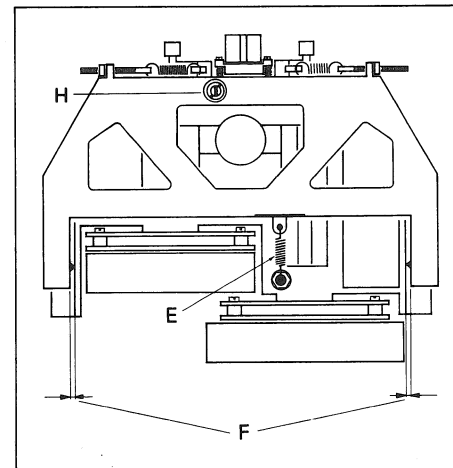

Fig. 3.3
- Bei früheren Geräten wird der Schwenkträger über die Rückzugsfeder [E] geerdet (Fig. 3.3, Ansicht von unten). Bei schlechtem Fremdspannungsabstand (schwankender Wert) wird empfohlen, die Masseverbindung Schwenkträger — Chassis durch den Einbau eines Massebandes (Best. Nr. 64.99.0116) sicherzustellen. (Ab Werk bei neueren Geräten bereits eingebaut).
- In previous units the pivoting carrier was grounded via the retraction spring [E] (Fig. 3.3, view from the bottom). If signal to noise ratio is insufficient (unstable value) we recommend to add a separate ground wire between chassis and pivoting arm (order no. 64.99.0116). (Later units have been equipped ex works with this grounding wire).
- Dans le cas d'appareils plus anciens, le support pivotant des têtes était relié à la masse par le ressort de rappel [E] (Fig. 3.3, vue de dessous). Lors d'un mauvais recul du bruit de fond (valeur non stable) il est recommandé de relier la masse du support pivotant à la masse du chassis à l'aide d'une tresse de masse (no. de commande 64.99.0116). (Cette modification est faite au départ de l'usine pour des appareils plus récents.)
- Kontrollieren, ob die beiden Gewindestifte an den Drehpunkten des Schwenkträgers so eingestellt sind, dass auf beiden Seiten der Abstand Schwenkträger – Doppelkapstanguss [F] gleich gross ist (Fig. 3.3). Der Schwenkträger sollte sich spielfrei und ohne zu klemmen in den Drehpunkten bewegen. Falls nötig, die Gewindestifte entsprechend korrigieren, und mit dem Spezialschraubendreher 46161 die dazugehörige Schlitzmutter festdrehen.
- Die Eintauchtiefe wird mit der Einstellschraube [H] (Fig. 3.3) so eingestellt, dass das andere Ende des Mess-Schiebers sich im Bereich der eingefrästen Markierung befindet.
- Ensure that the two headless setscrews at the pivoting point of the carrier are adjusted in such a manner that the clearance between pivoting carrier and dual capstan casting [F] is identical on both sides (Fig. 3.3). The pivoting carrier should move freely and without binding in its pivots. If necessary, adjust the headless setscrews and tighten the corresponding slotted round nut with the aid of the special screwdriver 46161.
- Adjust engaged length by adjusting screw [H] (Fig. 3.3) in such a manner that the opposite end of the measuring slide is located within the area of the milled marking.
- Les tiges filetées des points de rotation doivent être réglées de telle façon que la distance entre le support pivotant et le châssis du double cabestan [F] soit la même de part et d'autre (fig. 3.3). Le support pivotant doit se déplacer autour des points de rotations sans jouer ni gripper. Le cas échéant, corrigez la position des tiges filetées et serrez l'écrou fendu correspondant.
- Ajustez la profondeur de pénétration à l'aide de la vis [H] (fig. 3.3) de façon à ce que l'autre extrémité du curseur soit en face du repère fraisé.